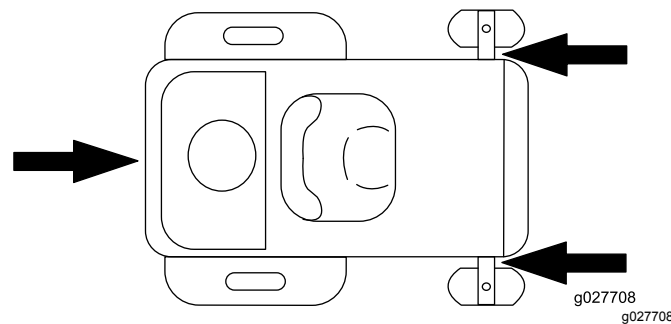

Рисунок 33
- Надежно зафиксируйте машину на прицепе или грузовике с помощью стропов, цепей, троса или канатов. Используйте только четыре указанные точки крепления на газонокосилке – две на левой стороне и две на правой (Рисунок 33). Используйте эти точки крепления даже при транспортировке газонокосилки с присоединенным навесным оборудованием. Использование других точек крепления может привести к повреждению газонокосилки и/или навесного оборудования.